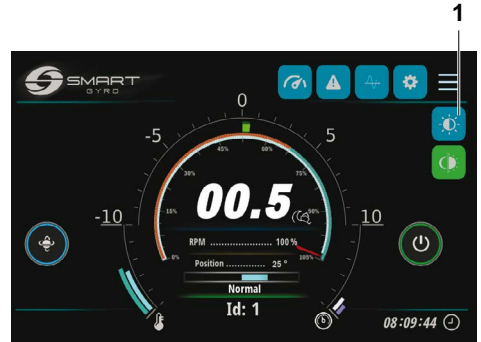

Figura 23
Pulsando el icono de brillo en la página de configuración (Figura 23, (1))